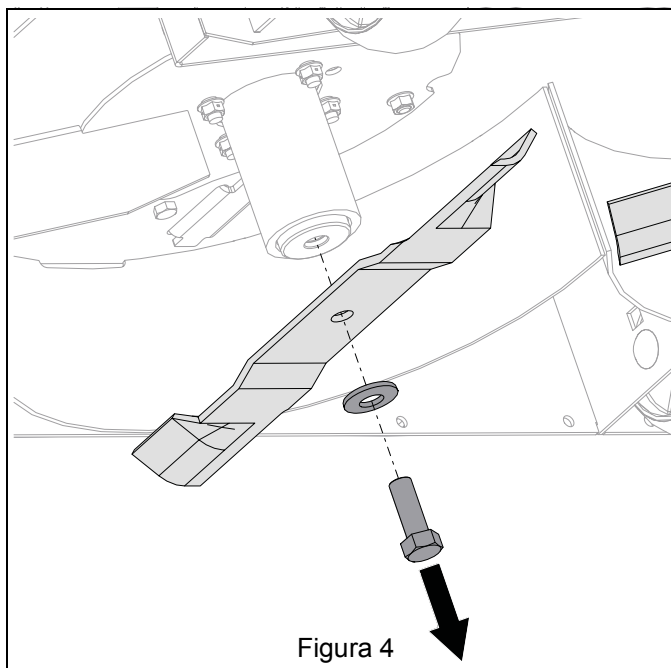

Figura 4
6. Retire y conserve la tornillería que fija las cuchillas del cortacésped y desmonte las cuchillas de corte. Guarde las cuchillas para trabajar sin el kit de acolchado. Consulte Figura 4.